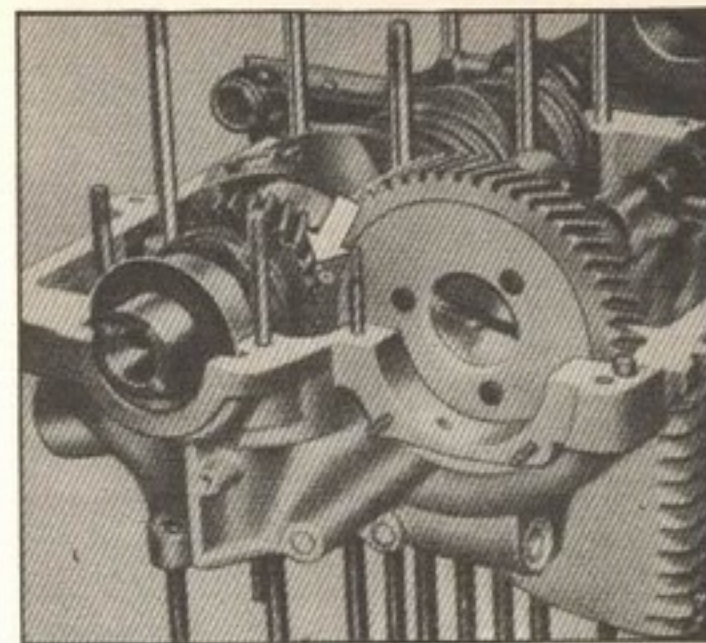

Fig. 8-H — Perfeito engrazamento da engrenagem da árvore de manivelas com a da árvore de comando de válvulas.
**Na reposição da árvore de comando, a marca "O" gravada em um dos dentes deve se colocar entre os dois dentes também marcados da engrenagem da árvore de manivelas, para que a distribuição fique "no ponto" certo. (Fig. 8-H).**